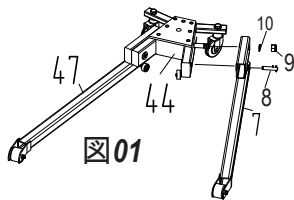

図02
- 図02を参照：テンションワッシャー(43番)が付いたワッシャー(2番)およびボルト(42番)を使用して、柱(20番)をベース(44番)に取り付けます。